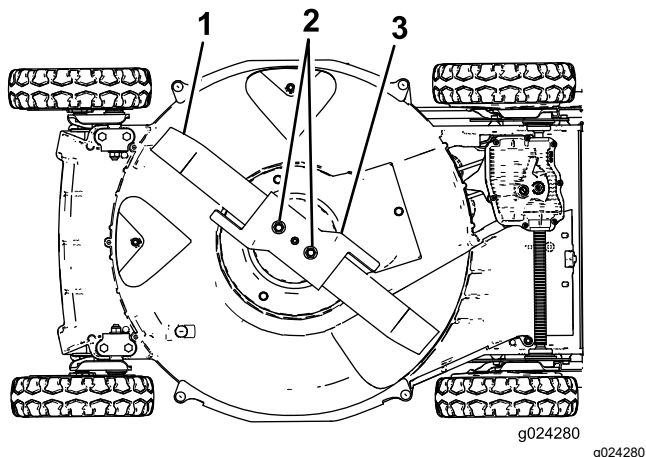

Figura 29
- Vuelque la máquina hacia su lado **derecho** (limpiador de aire hacia arriba), según se muestra en Figura 29.